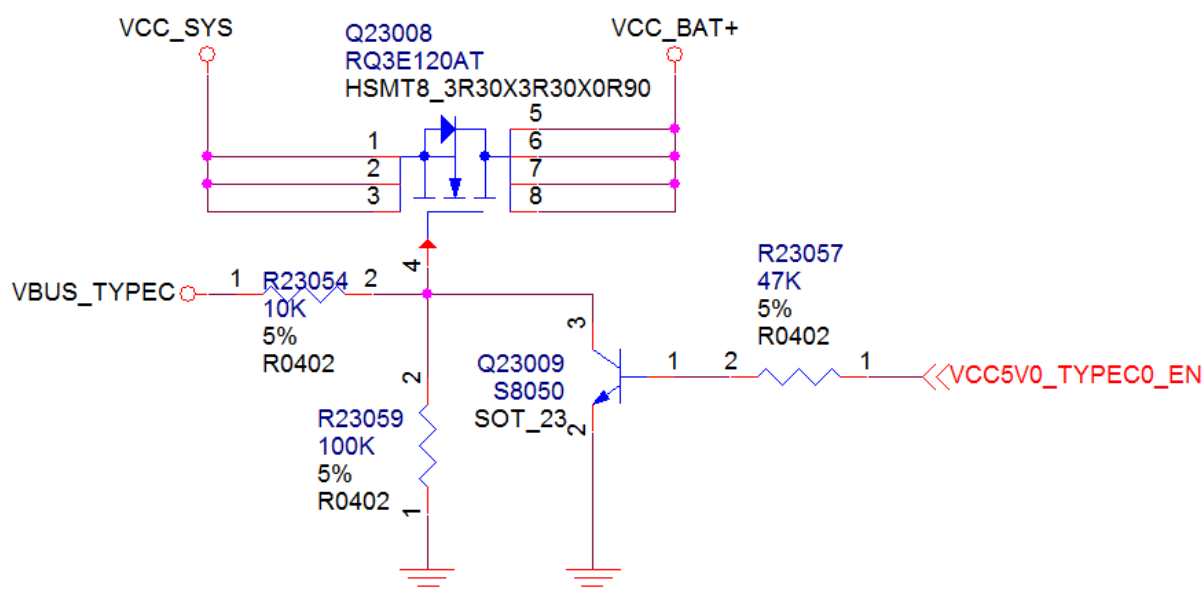

图 4-67 VBAT路径管理
- VBAT+, VCC\_SYS走线以及换层到RK818-3时需考虑有3-5A的过电流能力，并且不能有太大的压降，都需做大电流处理，所以电源过孔孔径要够大并且数量够多。包括图4-67中的Q23008场管也是用来降低RK818-3内部PowerPath的阻抗，这样可以让主电源回路阻抗更小，充分发挥电池的性能。